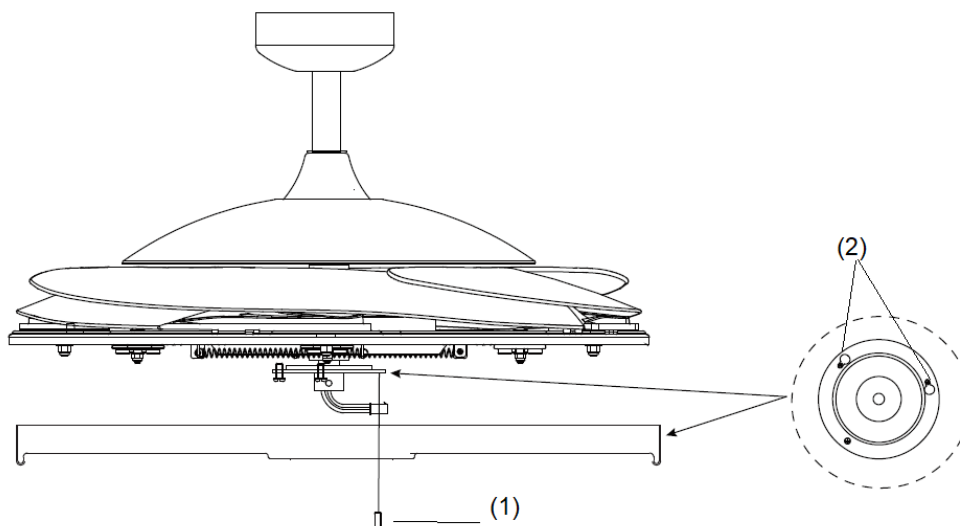

Abb. 6
INSTALLATION DES BELEUCHTUNGSSETS (Abb. 6 und 7)
1. Lösen Sie die Schraube (1) aus der Ventilatorhalterung. Richten Sie die zwei Schlitzschrauben an den Schlüsselloch-Schlitten (2) der Leuchtenhalterung aus. (Abb. 6)
2. Drehen Sie das Beleuchtungsset gegen den Uhrzeigersinn, bis die Schlitzschrauben fest am Ende der Schlitten sitzen (2).
3. Fixieren Sie die Schraube (1) an der Halterung des Lampenschirms. Ziehen Sie alle drei Schrauben fest. Überziehen Sie die Schrauben nicht.